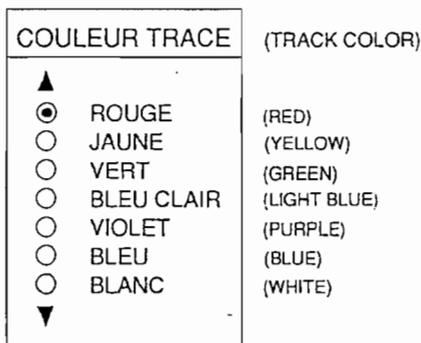

Figure 4-4 Fenêtre des choix des couleurs
5. Appuyez sur la T.A.D. "NOUVE. WPT" (NEW WPT). La fenêtre du nouveau point de destination vue dans la Figure 4-4 apparaît.